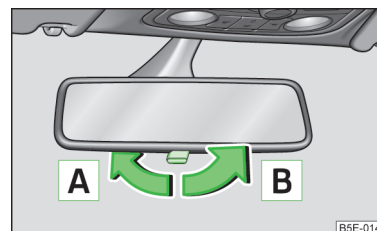

Fig. 41
- Ajustar la palanca en el borde inferior del espejo en el sentido del parabrisas (el espejo amortigua la luz) **A** » fig. 41.